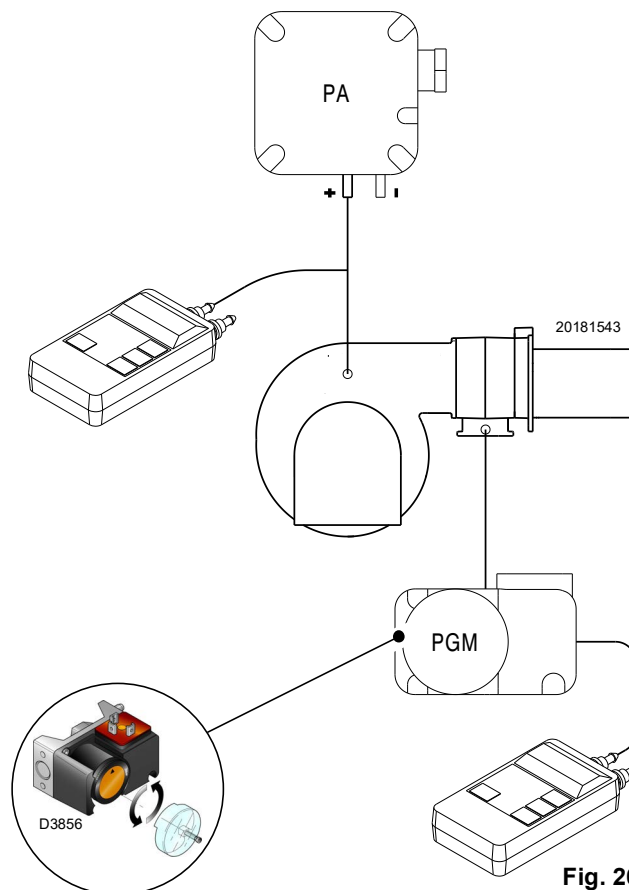

Fig. 26
- Regular el presostato gas de máxima (Fig. 26 en la pág. 26) en el fin de la escala.
Después de haber efectuado todas las demás regulaciones del quemador, con el presostato gas de máxima regulado al final de la escala, efectuar la regulación del presostato gas de máxima, (Fig. 26).